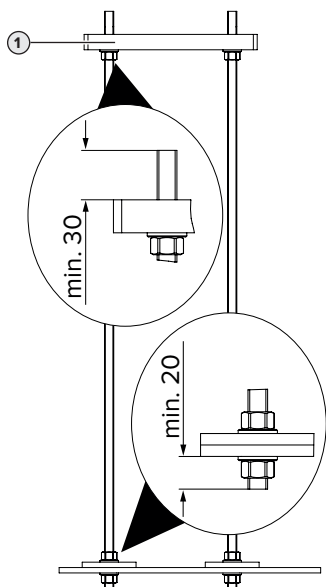

Fig. 3: Posizione delle rondelle e dei dadi [mm]
- Bloccare gli acciai piatti con rispettivamente un dado e una rondella, attenendosi alla Fig. 3. Assicurarsi che il set di montaggio per fondazione sia stato allineato in orizzontale.
- Montare la piastra di fondazione o di adattamento (1) (disponibile come accessorio) sul set di montaggio per fondazione tenendo conto della Fig. 3.